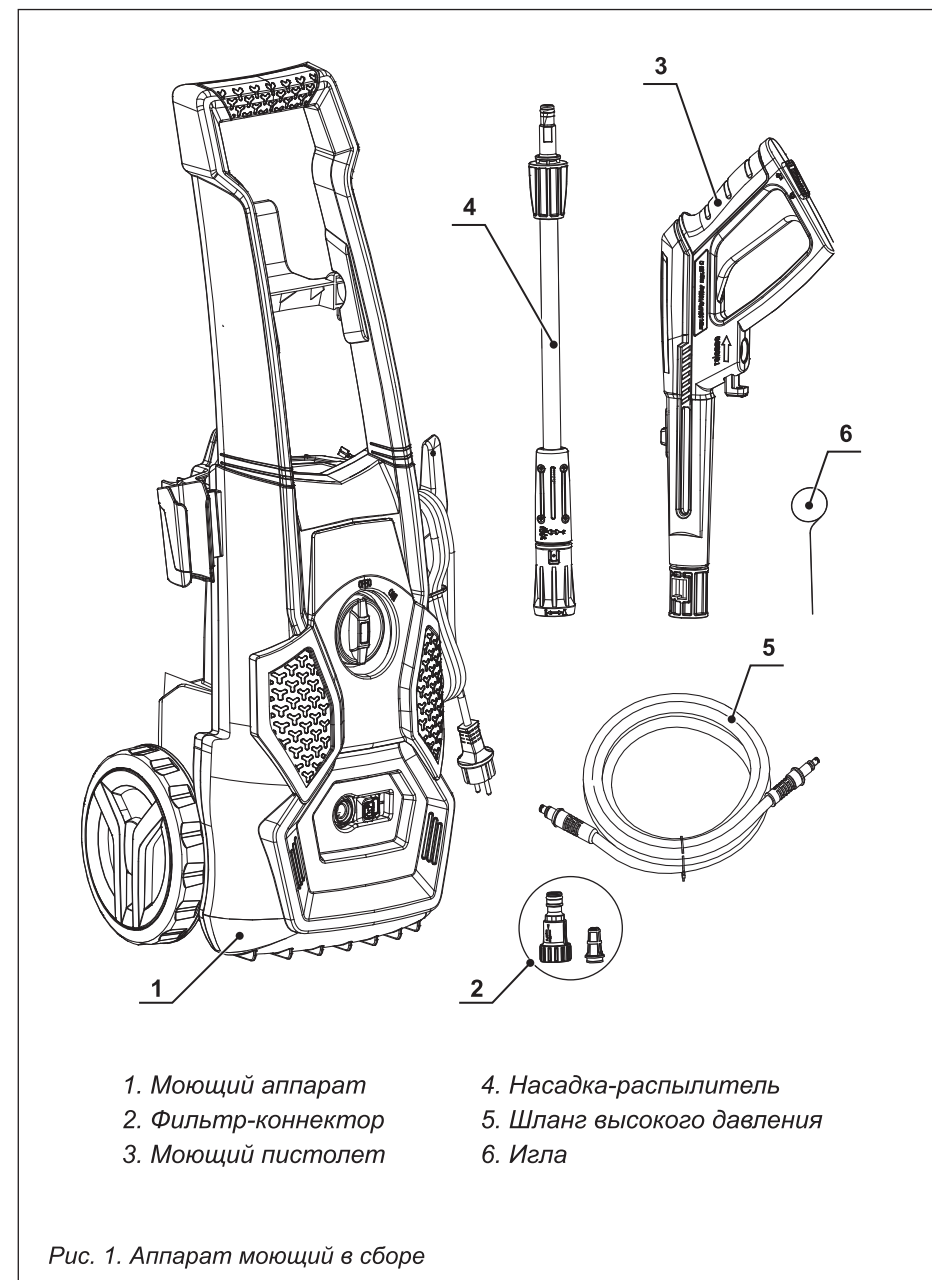

Рис. 1. Аппарат моющий в сборе
5. ОСНОВНЫЕ ЧАСТИ И УЗЛЫ (рис. 1)